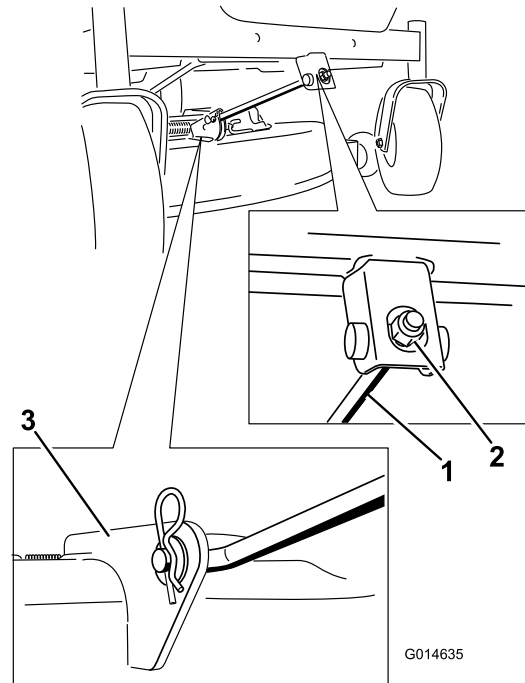

Bild 73
5. Entfernen Sie den Splint von der vorderen Stützstange und nehmen Sie die Stange aus der Mähwerkhalterung (Bild 73).
8. Befestigen Sie die vordere Stützstange mit den Lastösenbolzen und Splints am Mähwerk (Bild 73).